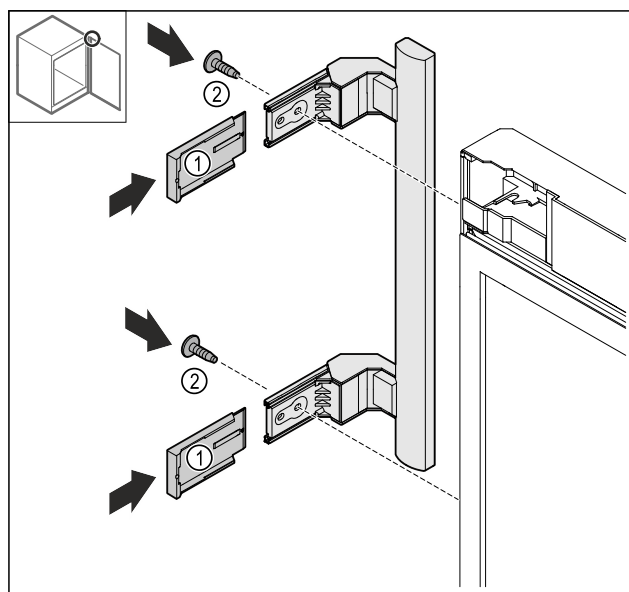

Fig. 20
- Afdekkingen Fig. 20 (1) terugplaatsen.